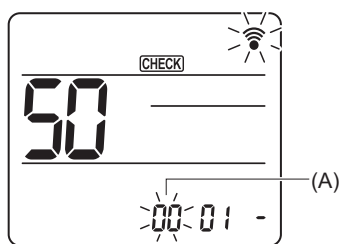

Fig. 6-20
Pulse el botón **↓** para seleccionar el número de unidad (A). (Fig. 6-20)